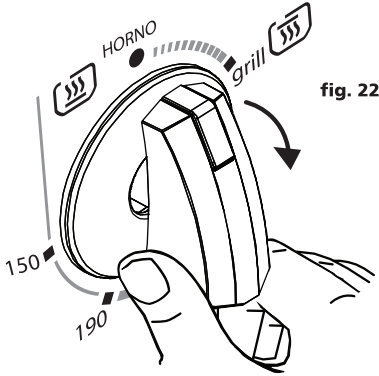

fig. 22
1. La válvula del quemador horno controla también al quemador grill. Su estufa tiene grill con encendido eléctrico, gire la perilla del horno hacia la derecha, luego presione el interruptor del encendido Horno-Grill y manténgalo presionado hasta que el quemador del grill se encienda. (fig.22)